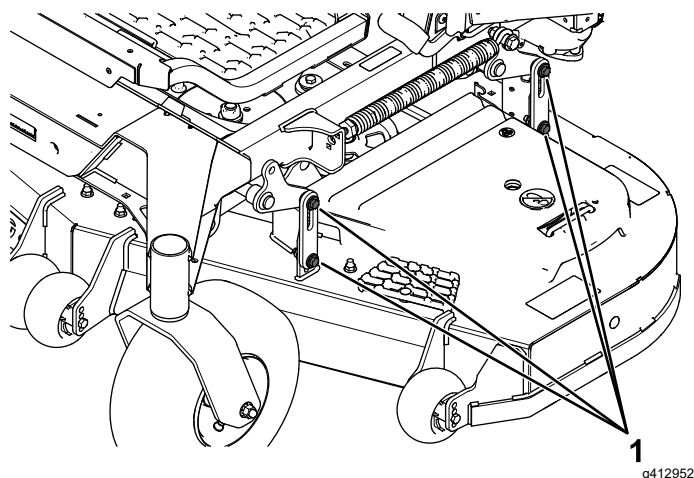

Figura 88
16. Slăbiți uruburile (**Figura 88**) din toate cele 4 coluri i asigurați-vă că puntea mainii de tuns iarba stă fixată în siguranță pe toate cele 4 blocuri.